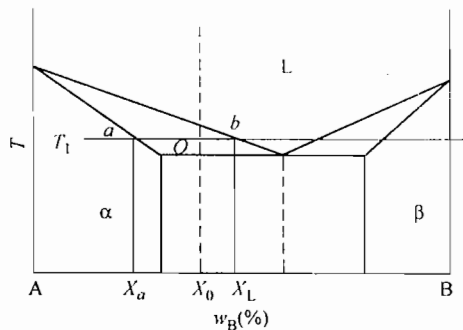

图 5-1 第三题第 3 小题图
3. (10 分) 根据图 5-1 所示, 推导在 T_1 温度下成分为 X_0 的合金在 $\alpha + L$ 两相区时, 表示两相 α 和 L 的相对量 (重量) 的杠杆定律 (图中成分均为重量百分数)。